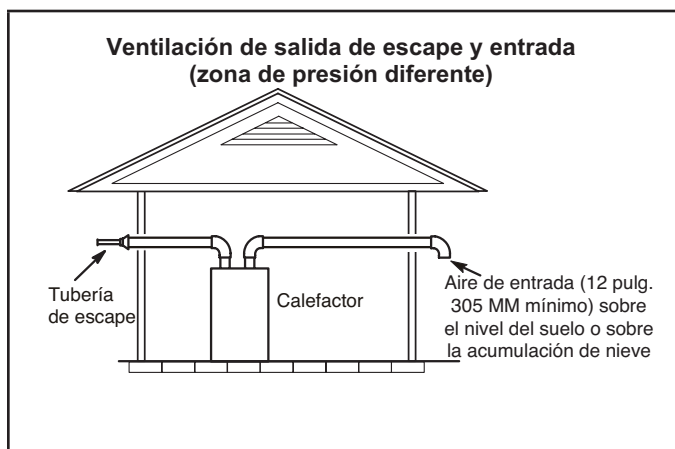
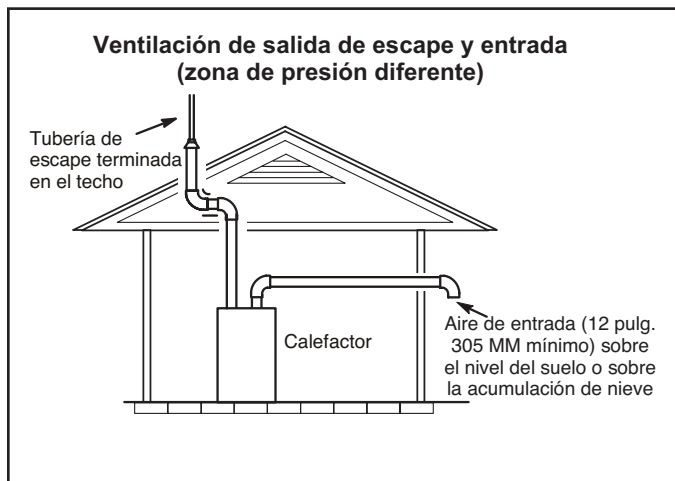

FIGURA 31
FIGURA 32
- 1 - Las terminaciones de ventilación no tienen que estar en la misma zona de presión. Usted puede sacar la entrada en un lado de la estructura y el escape en el otro lado ("FIGURA 31"). Usted puede sacar el escape por el techo y la entrada por el costado de la estructura ("FIGURA 32").